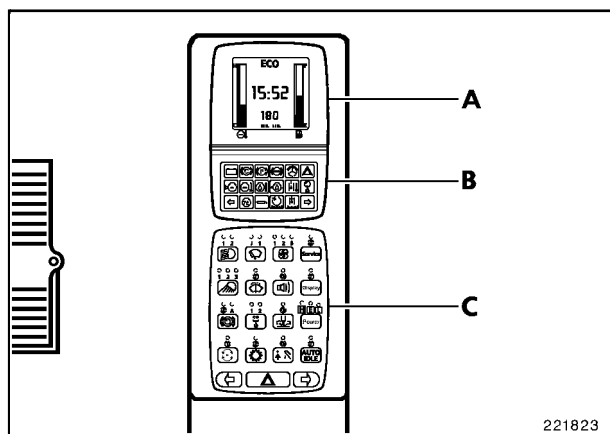
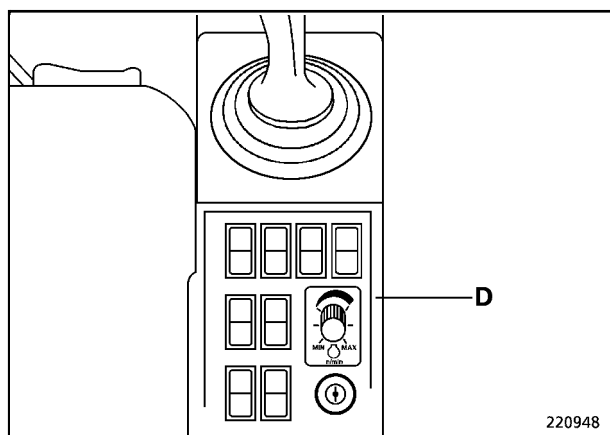

Fig. 1
Fig. 2
- Cuadro de presentación visual multifuncional/display (A, Fig. 1),
- lámparas de control y de aviso (B),
- campo de teclado (C) y el
- pupitre de mando suplementario (D, Fig. 2).
En caso de temperaturas invernales muy bajas (a partir de aprox. -20°C / -4°F) puede ser que no se puede leer la indicación multifuncional/display (A, Fig. 1) o solamente se puede leerla con dificultad. Eso no es un fallo, sino es un fenómeno causado por la técnica de cristal líquido.
Para los interruptores basculantes en el pupitre de mando suplementario (D, Fig. 2) rige: